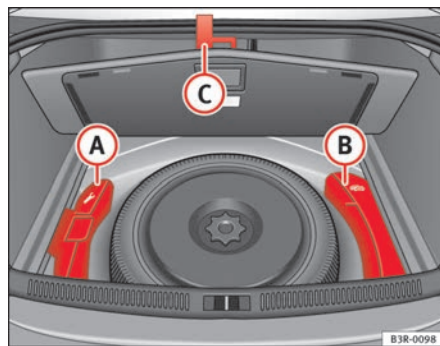

Fig. 175 Caja de las herramientas y gato
Las herramientas de a bordo (A) y el gato (B) ⇒ fig. 175 se encuentran en el maletero, debajo de la superficie de carga.
- Enganche el asa (C) en la junta del maletero.